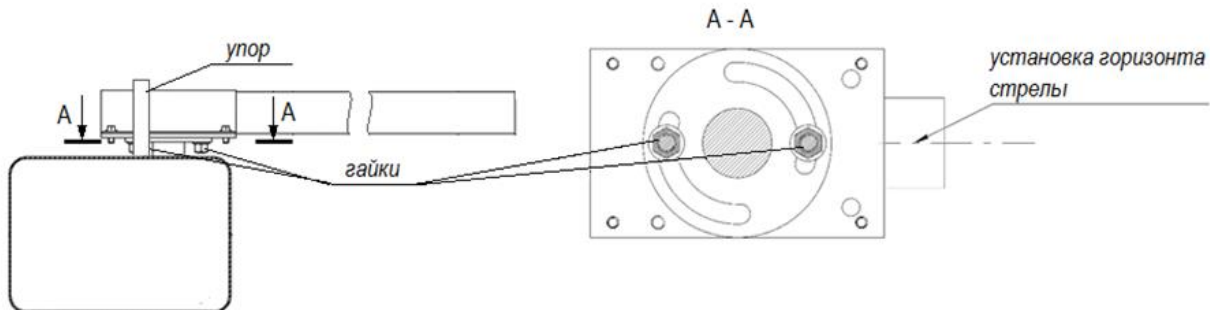

Рисунок 1
1. Система устанавливается на место крепления стрелы (см. Рис.1).